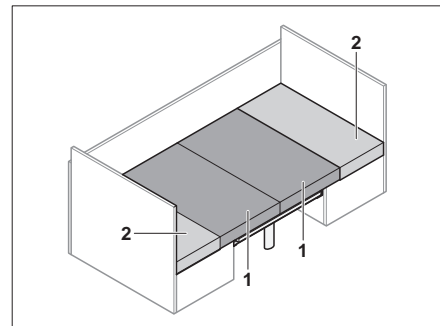

Bild 63 Nach dem Umbau
- Die Sitzpolster (Bild 63,1) zur Mitte ziehen.
- Die Rückenpolster (Bild 63,2) zwischen die Sitzpolster und die Wand legen.